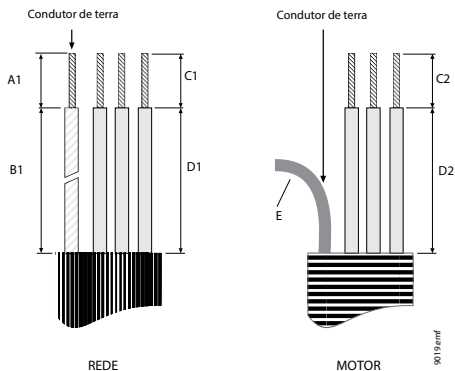
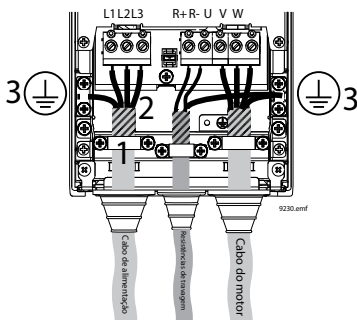

Figura 21. Descarnar os cabos
Figura 28. Ligação de cabos
Ligue os cabos descarnados (consulte a Figura 21 e a Tabela 17) da forma indicada na Figura 28.
- Exponha a blindagem dos três cabos para fazer uma ligação de 360 graus com a braçadeira do cabo (1).
- Ligue os condutores (fase) dos cabos de alimentação, do travão e do motor aos respectivos terminais (2).
- Una o resto da blindagem dos três cabos num só e faça uma ligação à terra com uma braçadeira da forma ilustrada na Figura 28 (3). Deixe esta ligação apenas com o comprimento suficiente para alcançar e ser fixado ao terminal.